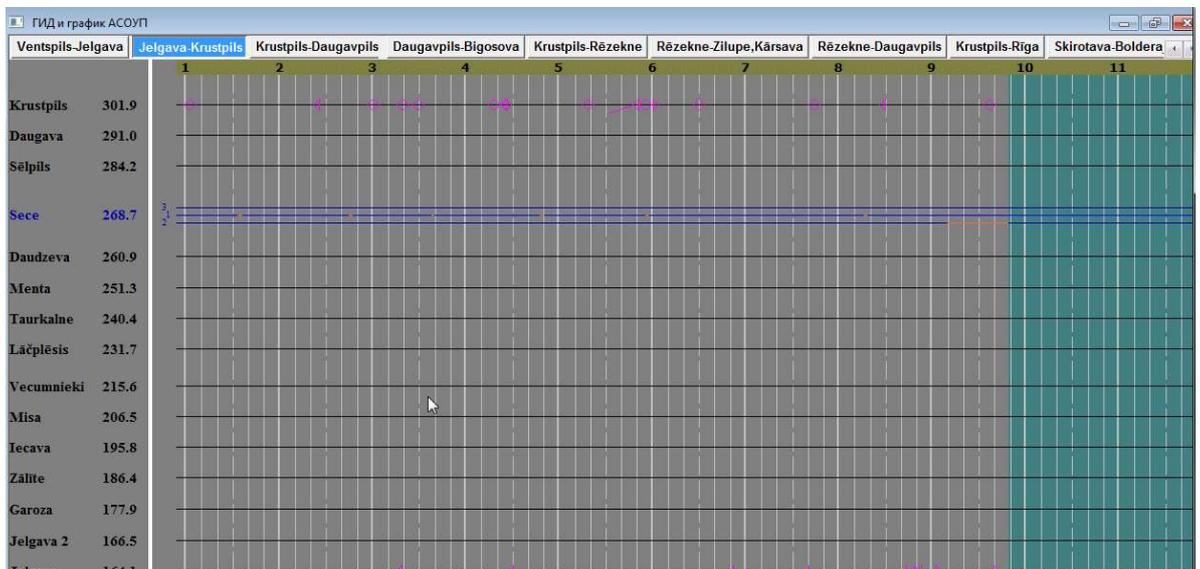

Рис.46. Режим отображения ГИД – Только график АСОУП
- д) только график АСОУП (засечки) (см. рис. 46)